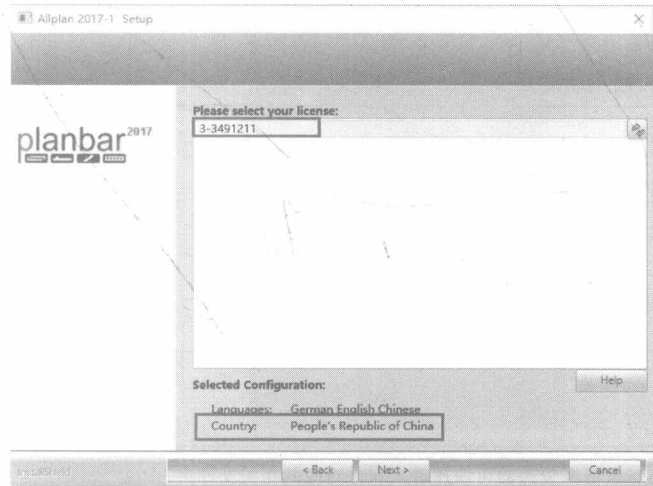

图 2-9
(4) 出现如图 2-9 所示的对话框时，单击已安装的硬件锁编码，然后在【Country】选项中选择【People's Republic of China】，然后单击【Next】按钮。